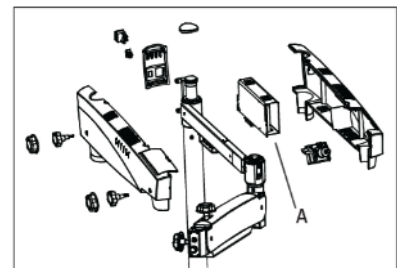

Abb. 36
Schalten Sie das Mikroskop aus. Öffnen Sie die Schwenkarmabdeckungen und ersetzen Sie die Beleuchtungseinheit (A) durch eine neue Einheit. Befestigen Sie die Armabdeckungen wieder. Siehe Abb. 36.